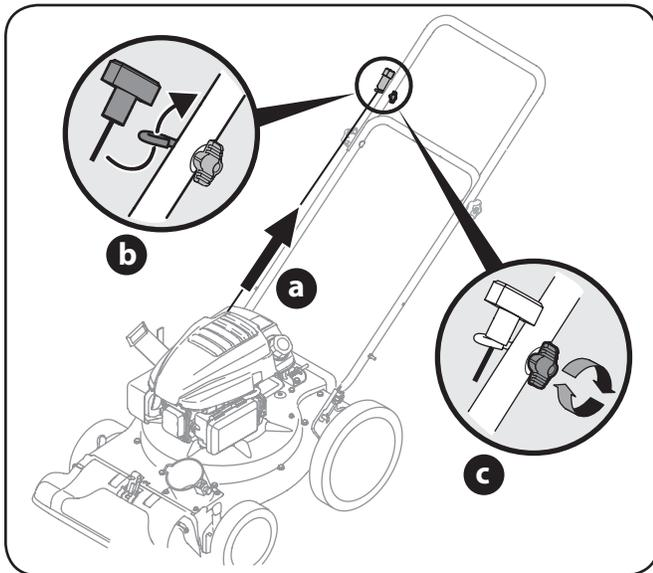

Figure 3-3
- b. Glissez la corde de démarrage dans le guide-câble. Voir Figure 3-3.